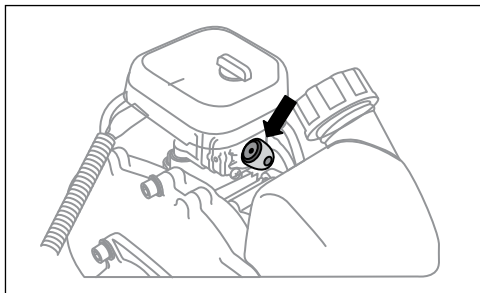

Рис. 11
3. Несколько раз нажмите на прозрачный колпачок ручной подкачки топлива (праймер), расположенный между воздушным фильтром и топливным баком, для заполнения карбюратора топливной смесью (рис. 11). При этом сквозь прозрачный колпачок кнопки должна просматриваться подкачиваемая топливная смесь.
5. Переведите выключатель зажигания, расположенный на рукоятке управления, в положение ON/I (рис. 11).